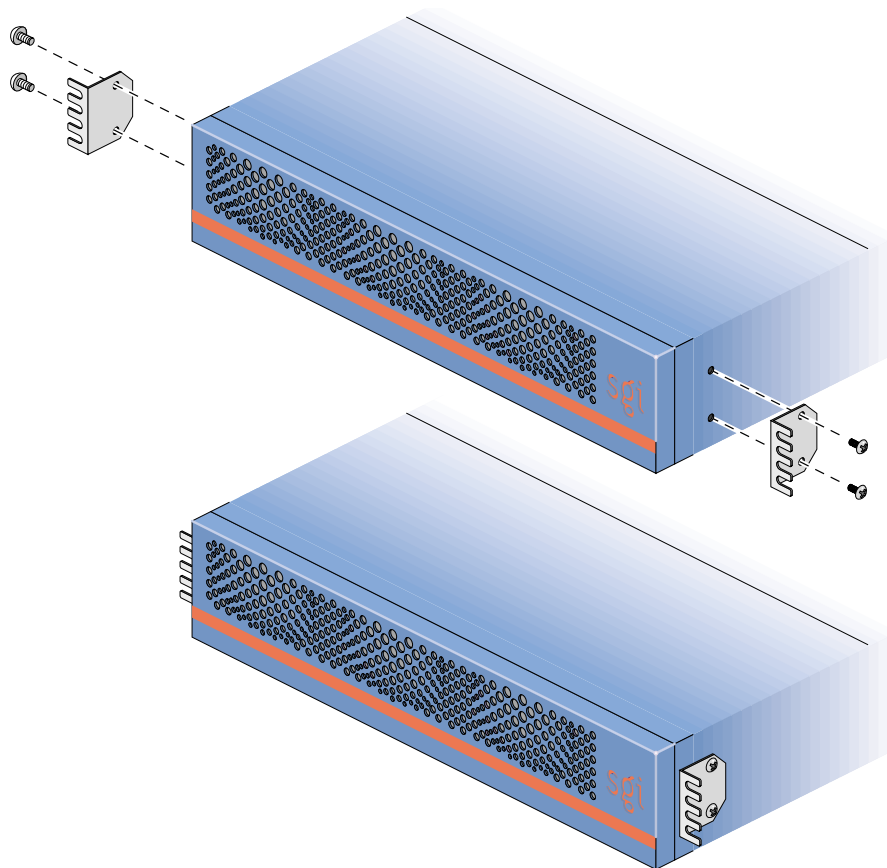

図 2-1 VBOB に取り付け金具を取り付ける
2. 図 2-1 に占めるように、平らな場所に VBOB を置き、前面取り付け金具を取り付けます。